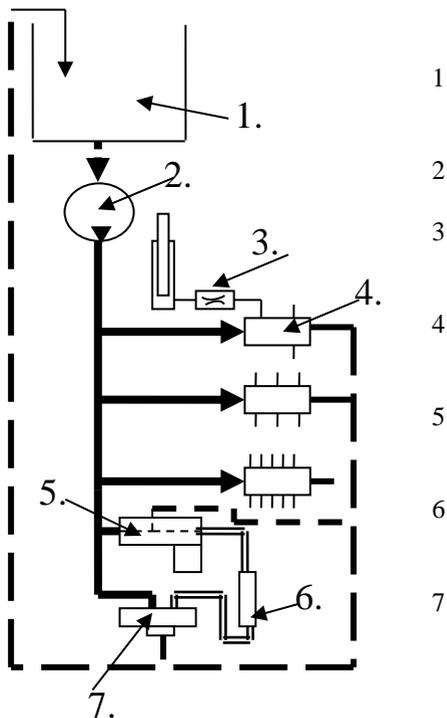

Рисунок 29 - Технологическая схема работы основной гидросистемы
2. В технологической схеме (рис. 29) обозначить основные узлы и агрегаты гидросистемы.